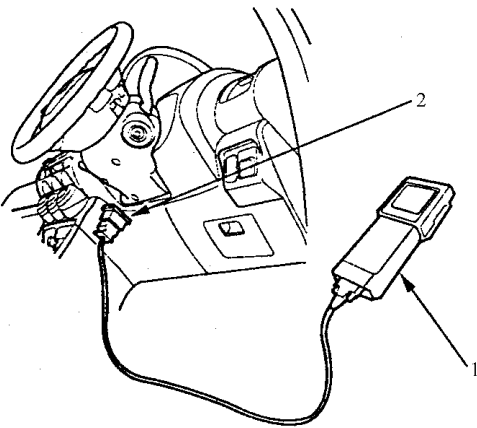

图 11-28 读取故障码
- 2) 如图 11-28 所示,将本田 PGM 检测仪或 HDS 与 DLC 连接。